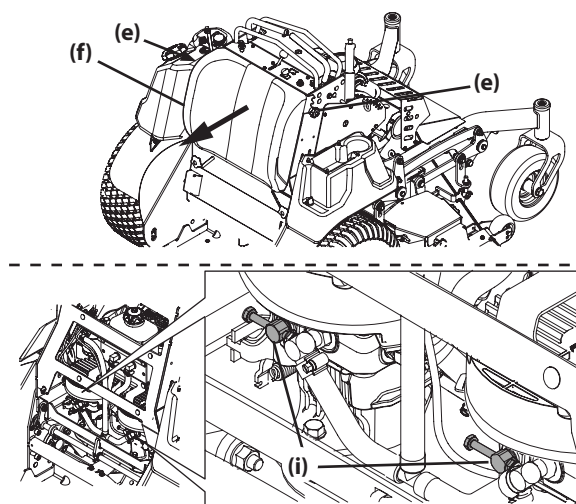

Figure 2
3. Pour ouvrir les deux vannes de dérivation de la transmission hydrostatique, procédez comme suit (Figure 2) :